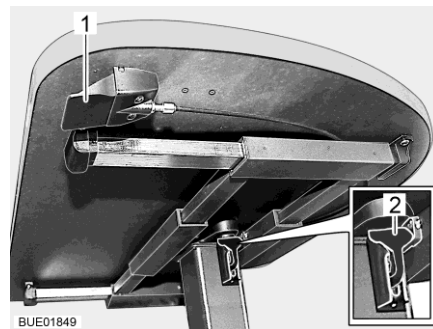

Fig. 62 Mesa elevadora con botón de desbloqueo
- Tirar o presionar hacia abajo la palanca de bloqueo (Fig. 62,2).
- Empujar la palanca de bloqueo (Fig. 62,2) hacia arriba.
- Pulsar y mantener pulsado el botón de desbloqueo (Fig. 62,1). El tablero de la mesa se desplaza automáticamente hacia arriba hasta el tope final.
- Soltar el botón de desbloqueo (Fig. 62,1). El tablero de la mesa permanecerá en la posición seleccionada.
- Pulsar y mantener pulsado el botón de desbloqueo (Fig. 62,1).
- Soltar el botón de desbloqueo (Fig. 62,1). El tablero de la mesa se quedará en la posición más baja.